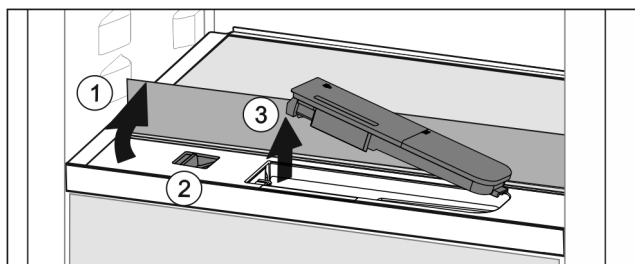

Fig. 59
- ▶ Løft glaspladen og klap den bagud til anslag Fig. 59 (1).
- ▶ Skyd skyderen Fig. 59 (2) mod venstre.
- ▶ Tag vandbeholderen Fig. 59 (3) ud.